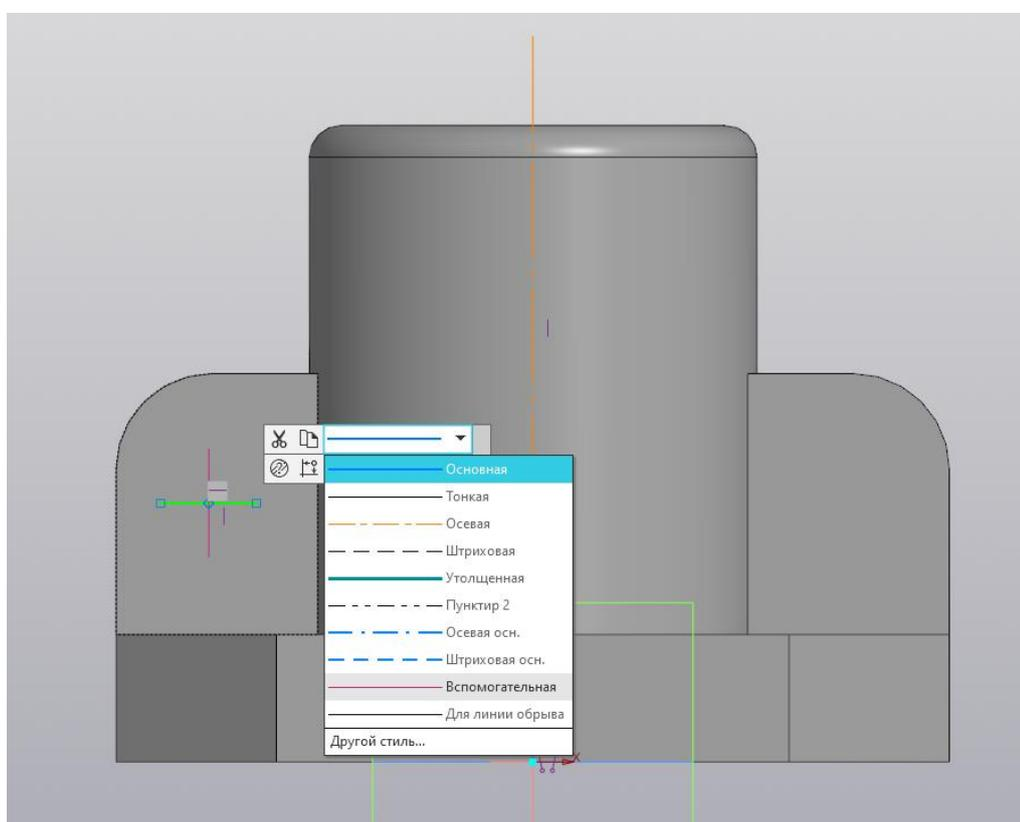

Рис. 100
28. Проведём вертикальную осевую линию из начала координат и два вспомогательных отрезка, обозначающих центр будущего призматического отверстия (рис. 100).